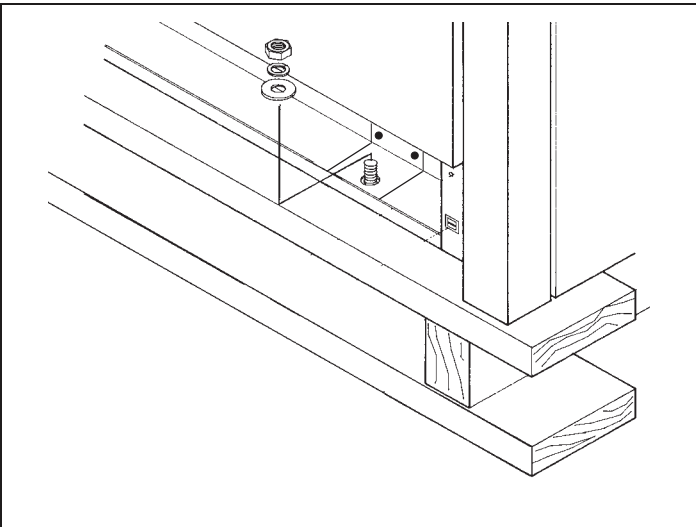
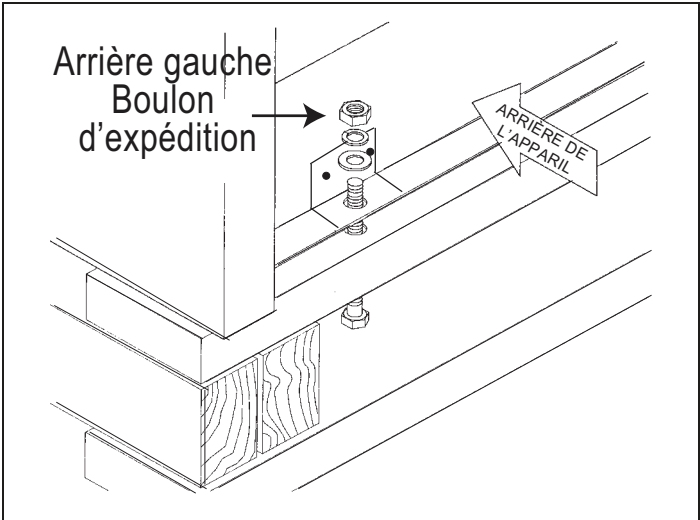

Figure 4 : Retrait des deux boulons avant
Figure 5 : Retrait des deux boulons arrière
- Retirez l'emballage externe et le matériel d'emballage de l'appareil. Toutes les cuisinières à gaz sont fixées sur une palette à l'aide de quatre (4) boulons (Figure 4 et Figure 5). Pour accéder aux deux boulons avant, enlevez la plaque de protection. Pour enlever cette plaque, dévissez les deux vis qui se trouvent sous les